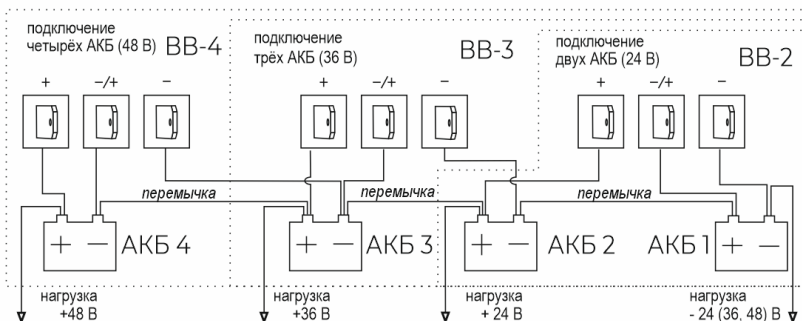

Рисунок 4. Схема подключения АКБ
- Подключить перемычки из комплекта поставки к клеммам на задней панели изделия согласно прилагаемой схеме (красный провод к клеммам «+», черный (синий) к клеммам «-» (см. рисунок 4);